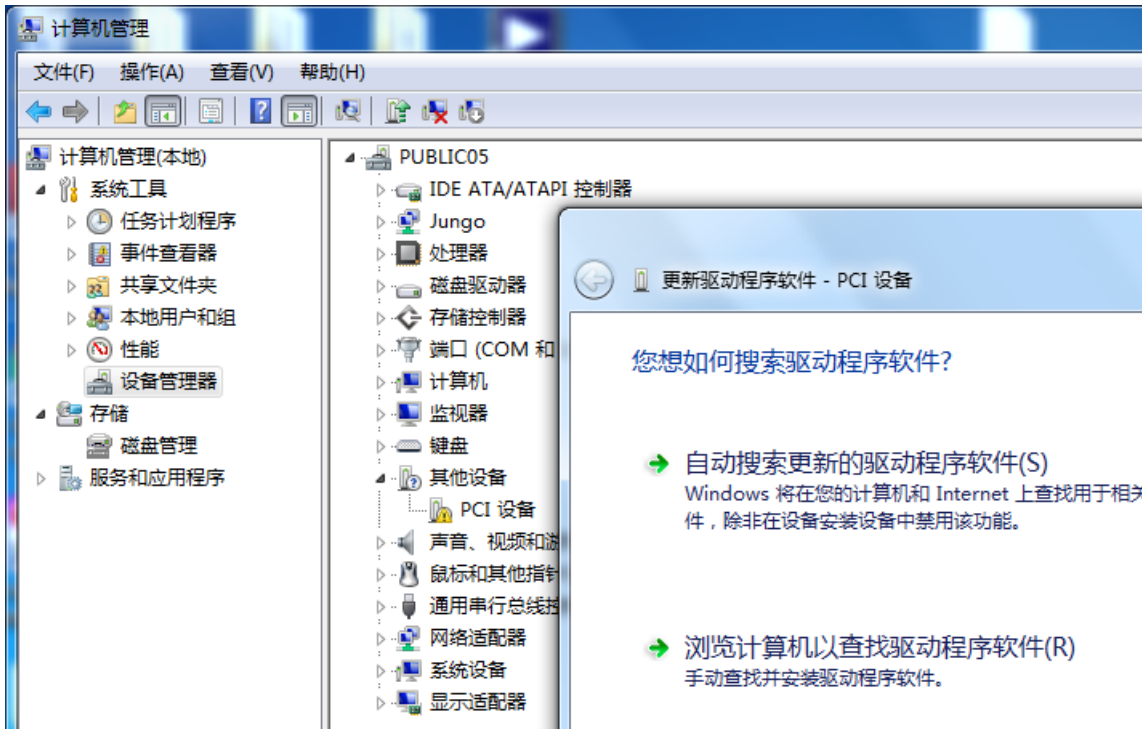
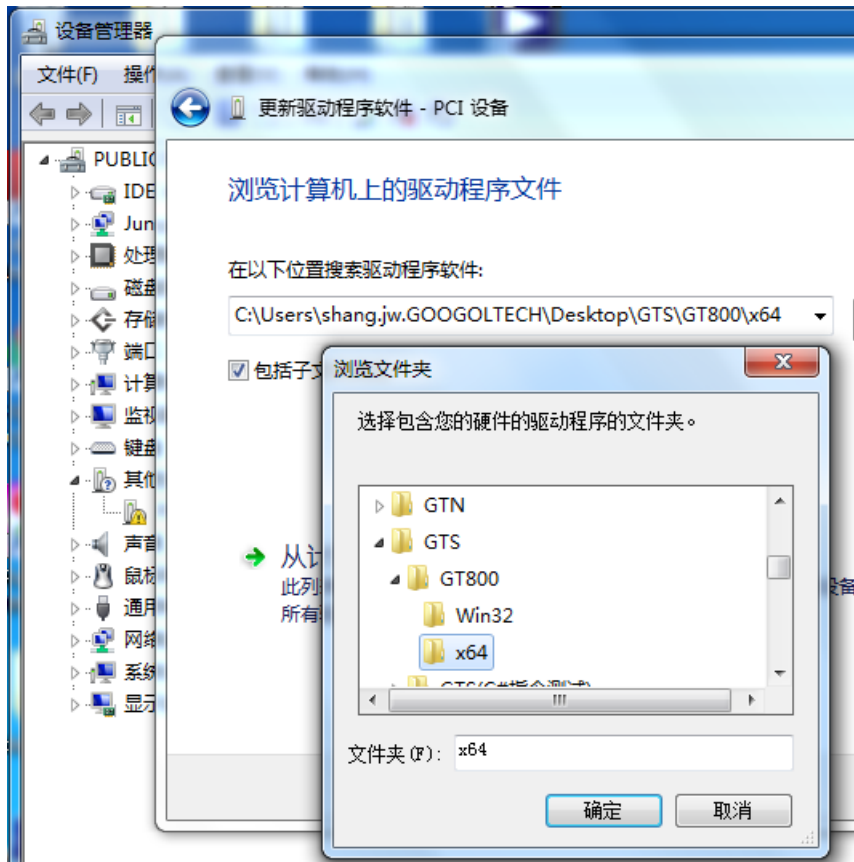
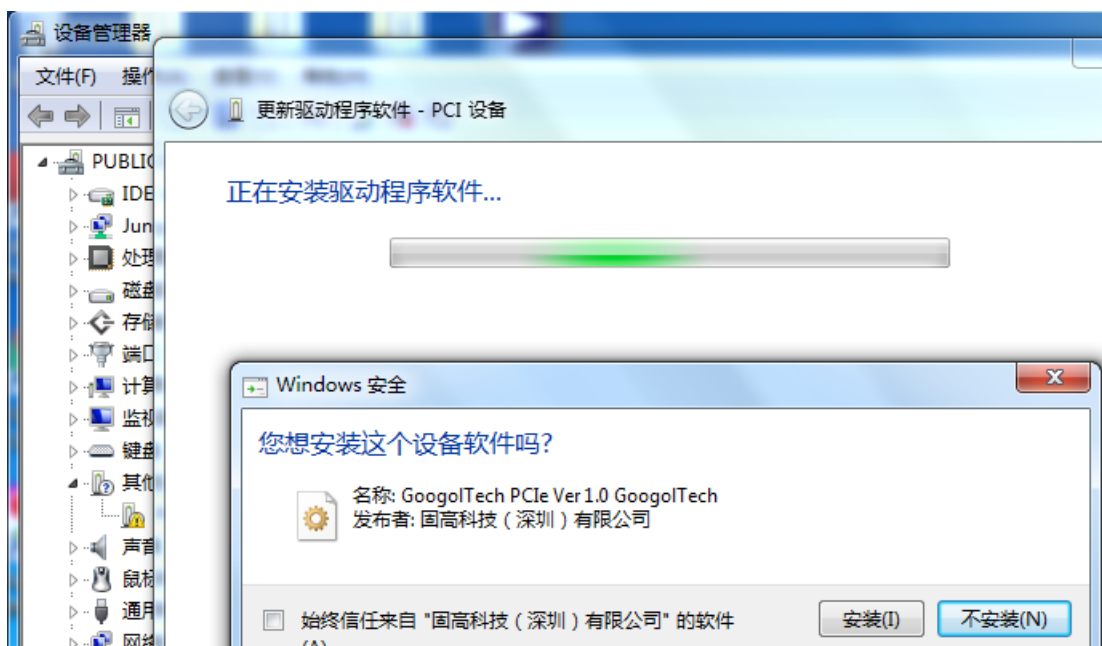
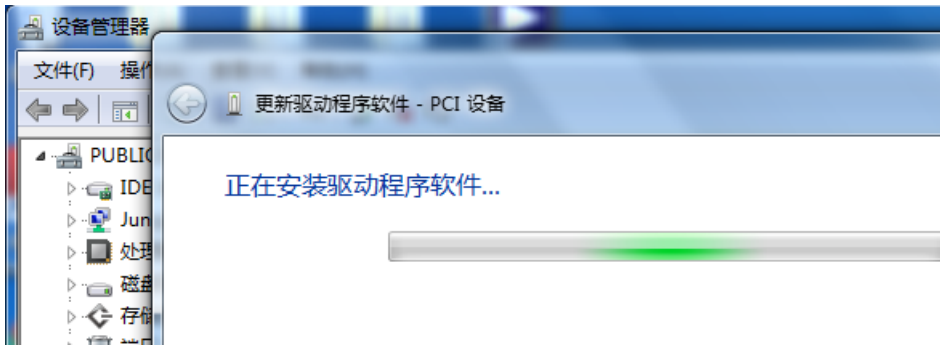

图 2-12 运动控制卡驱动程序安装界面 2
图 2-13 运动控制卡驱动程序安装界面 3
图 2-14 运动控制卡驱动程序安装界面 4
图 2-15 运动控制卡驱动程序安装界面 5
- (2) 将驱动程序下载后解压，示例中将驱动程序解压到桌面...\GTS\...中。。
- (3) 右击【PCI设备】，点击【更新驱动程序软件】，显示界面如图2-12所示。
- (4) 在图2-12所示的界面中，点击【浏览计算机以查找驱动程序软件】，在弹出的界面中点击【浏览】，找到驱动程序所在的位置（本电脑为64位操作系统，故安装64位驱动程序，若用户电脑为32为操作系统，则安装相应的32位驱动程序），选中后点击【确定】，如图2-13所示。
- (5) 在找到驱动程序所在位置之后，在图2-13所示的界面中点击【下一步】，弹出如图2-14所示的提示界面，勾选“始终信任来自‘固高科技（深圳）有限公司’的软件（A）”后，点击【安装】按钮，驱动安装过程中如图2-15所示。